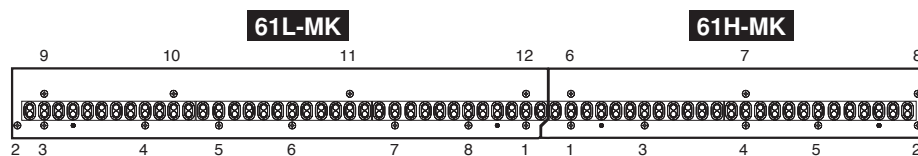

Fig. 13 (図13)
* **When installing the circuit board 61L-MK, tighten the screws 1 through 12 in numerical order as shown in the figure "61L-MK" in Fig. 13. (Fig. 13)**
* **When installing the circuit board 61H-MK, tighten the screws 1 through 8 in numerical order as shown in the figure "61H-MK" in Fig. 13. (Fig. 13)**
※ シート 61L を取り付けるときは、図 13 のシート 61L 図の番号 1 ~ 12 の順にネジを締めてください。(図 13)
※ シート 61H を取り付けるときは、図 13 のシート 61H 図の番号 1 ~ 8 の順にネジを締めてください。(図 13)